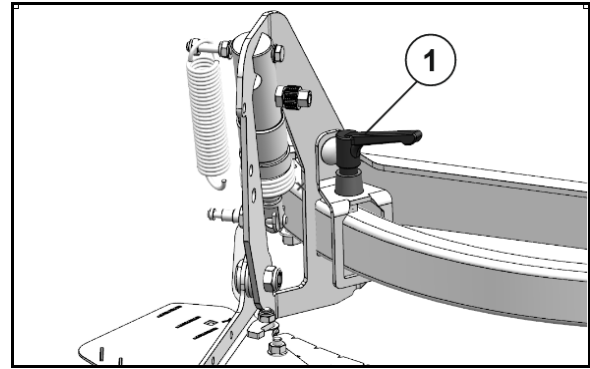

Fig. 64
1. Løsn dertil klemarmen (Fig. 64/1).